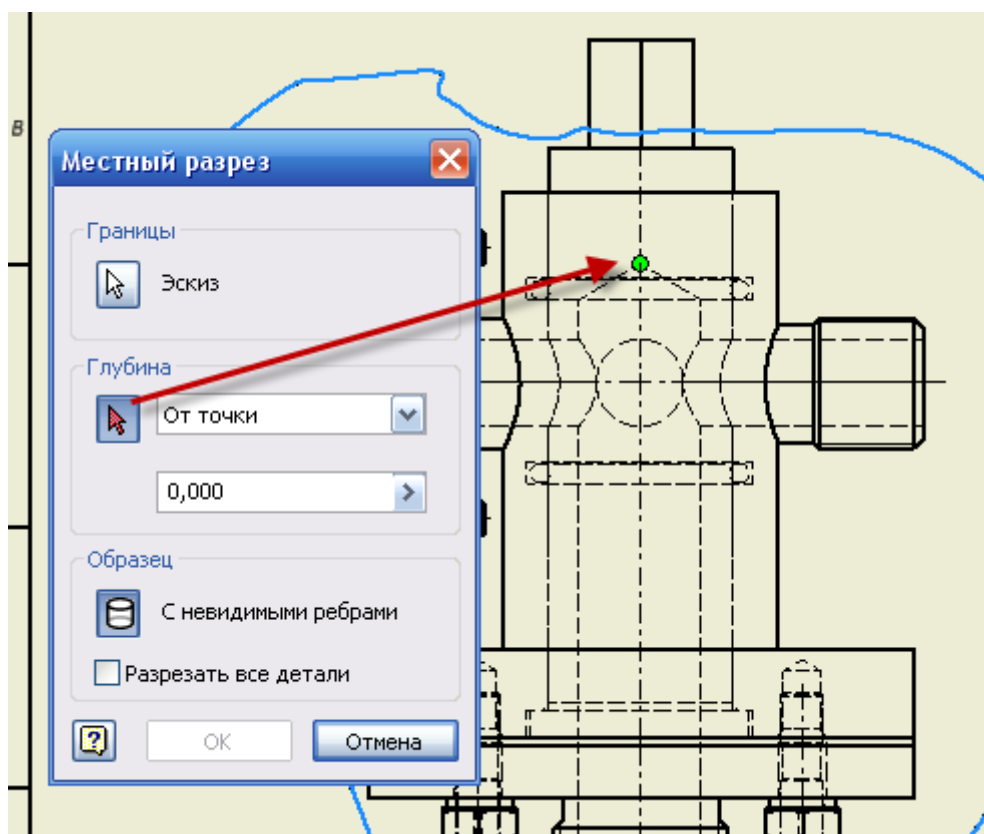

Рис. 3.88. Создание местного разреза
- На вкладке **размещение видов** выберите инструмент  **Местный разрез** и щелкните по контуру выделения изображения, *рис. 3.88*.